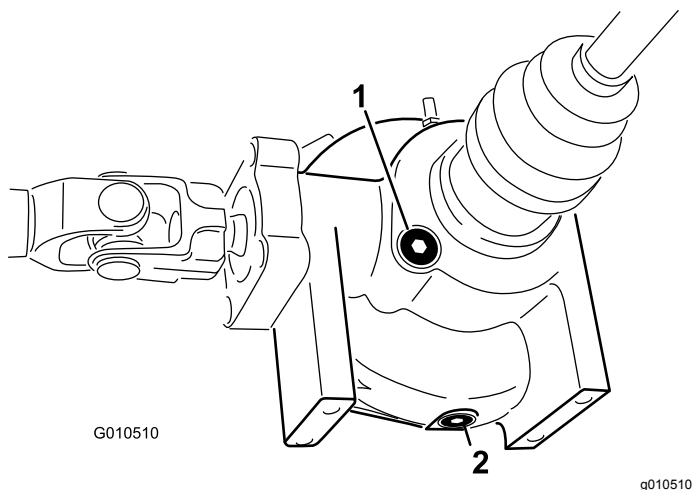

Рисунок 43
4. Очистите область вокруг заливной/контрольной пробки на боковой стороне дифференциала (Рисунок 43).
4. Очистите область вокруг сливной пробки на боковой стороне дифференциала (Рисунок 43).